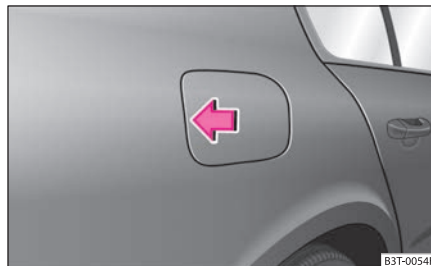

Fig. 183 Lado posterior de derecho del vehículo: tapa del depósito de combustible
- Presionar el lado izquierdo de la tapa del depósito ⇒ fig. 183.